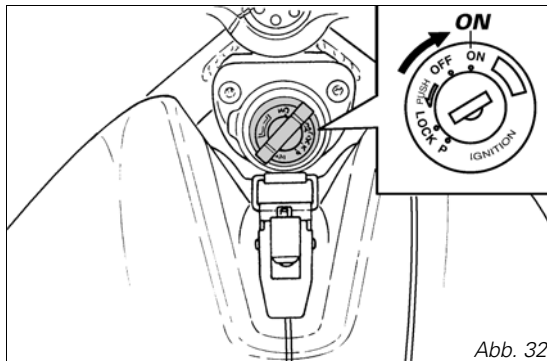

Abb. 32
1) Den Zündschlüssel auf **ON** drehen (Abb. 32).